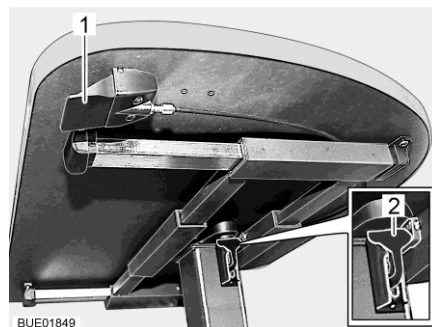

Fig. 79 Mesa elevadora con botón de desbloqueo
- Tirar o presionar hacia abajo la palanca de bloqueo (Fig. 79,2).
- Empujar la palanca de bloqueo (Fig. 79,2) hacia arriba.
- Pulsar y mantener pulsado el botón de desbloqueo (Fig. 79,1). El tablero de la mesa se desplaza automáticamente hacia arriba hasta el tope final.
- Soltar el botón de desbloqueo (Fig. 79,1). El tablero de la mesa permanecerá en la posición seleccionada.
- Pulsar y mantener pulsado el botón de desbloqueo (Fig. 79,1).
- Soltar el botón de desbloqueo (Fig. 79,1). El tablero de la mesa se quedará en la posición más baja.